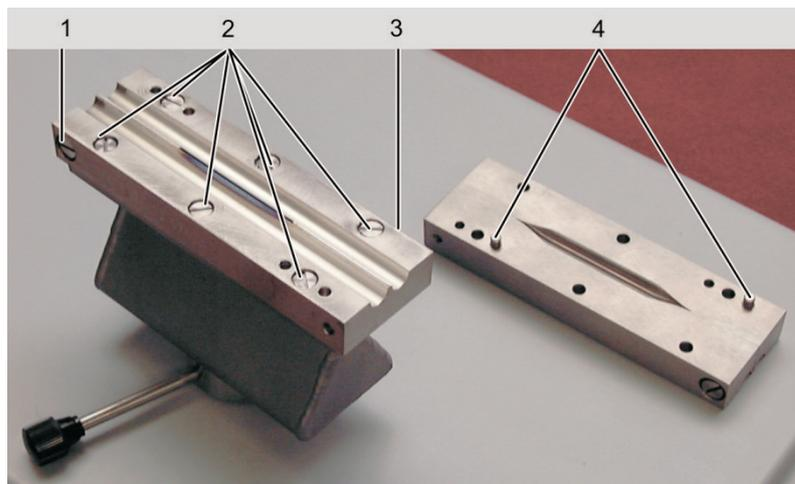

Fig. 59 Juntas del quemador
1. Afloje los tornillos de las mordazas del mechero (2 en Fig. 59) en el cuerpo del mechero y extraiga las mordazas.
2. Afloje las uniones roscadas de las mordazas del mechero (1, 3 en Fig. 59).
6. Enrosque las mordazas en el cuerpo del mechero. Los pasadores de posición (4 en Fig. 59) en las mordazas del mechero se encargan de una colocación correcta.